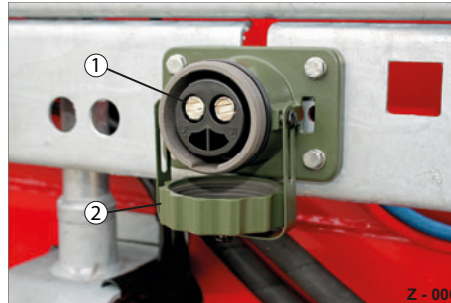

Abb. 16 NATO socket
► Unscrew the sealing cap (Abb. 16/2).